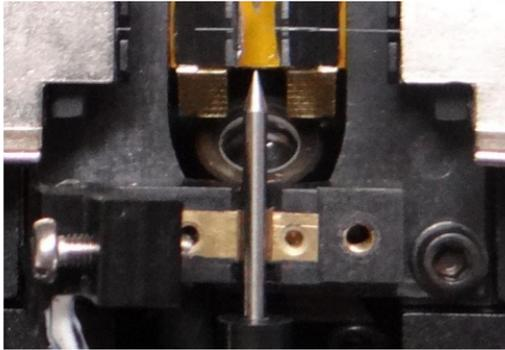

Abbildung 5.5
3. Nehmen Sie die Elektrode aus dem Elektrodenhalter heraus. (Die Elektrode ist am Elektrodenhalter befestigt, Abbildung 5.5).